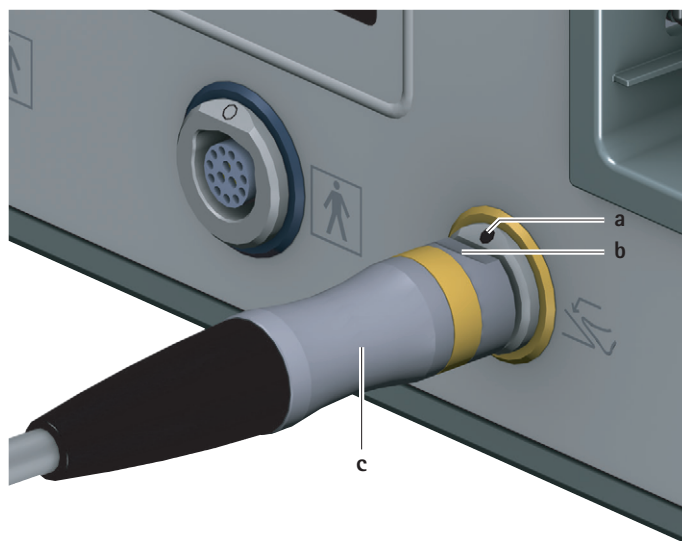

Рис. 2 Подсоединение блока ножного управления
- ▶ Выровнять штекер блока ножного управления с так, чтобы маркировка **b** на штекере соответствовала маркировке **a** на гнезде блока ножного управления 6, см. Рис. 2.
- Вытянуть штекер блока ножного управления с из гнезда блока ножного управления 6, см. Рис. 2.